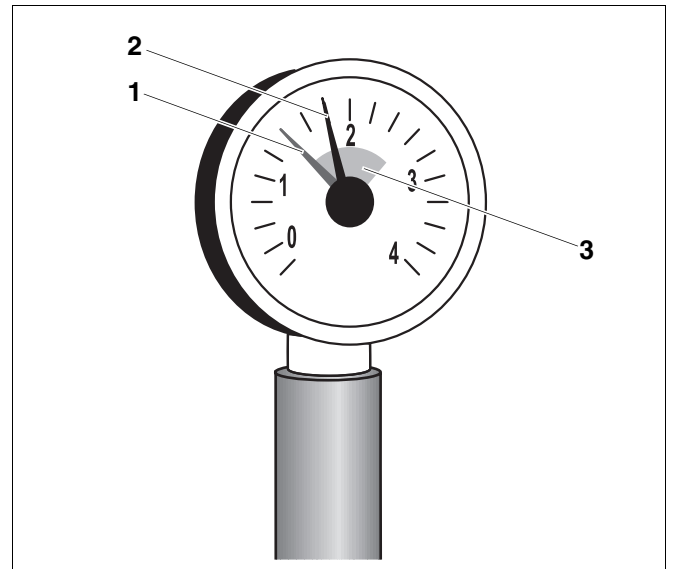

Abb. 6 Manometer für geschlossene Heizungsanlagen
Bei geschlossenen Heizungsanlagen muss der Manometerzeiger (Abb. 6, **Pos. 2**) innerhalb der grünen Markierung (Abb. 6, **Pos. 3**) stehen.
Der rote Zeiger (Abb. 6, **Pos. 1**) des Manometers muss auf den für die Heizungsanlage erforderlichen Druck eingestellt sein. Der Fachhandwerker stellt für Sie den erforderlichen Druck ein.
- Prüfen Sie, ob der Manometerzeiger (Abb. 6, **Pos. 2**) innerhalb der grünen Markierung (Abb. 6, **Pos. 3**) steht.
Wenn der Manometerzeiger (Abb. 6, **Pos. 2**) die grüne Markierung (Abb. 6, **Pos. 3**) unterschreitet, ist der Wasserdruck der Heizungsanlage zu gering. Sie müssen das verloren gegangene Heizungswasser mit Ergänzungswasser auffüllen.
- Füllen Sie das Ergänzungswasser über den KFE-Hahn (Kessel Füll- und Entleerhahn) ein, bis der Manometerzeiger (Abb. 6, **Pos. 2**) innerhalb der grünen Markierung steht.